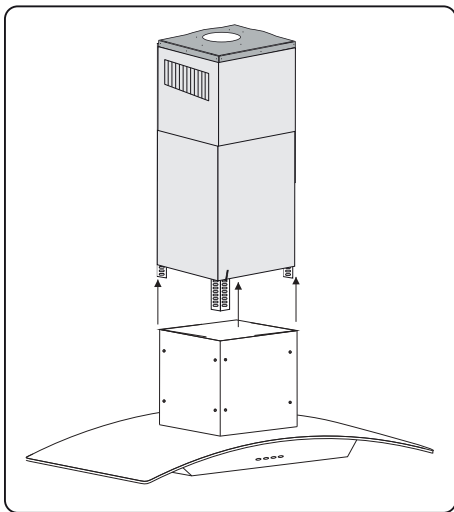

Figura 05
6. Por fim instale parte do motor, filtro e vidro com a ajuda de no mínimo mais uma pessoa para segurar a peça enquanto a outra fixa os parafusos. **(Figura 05)**